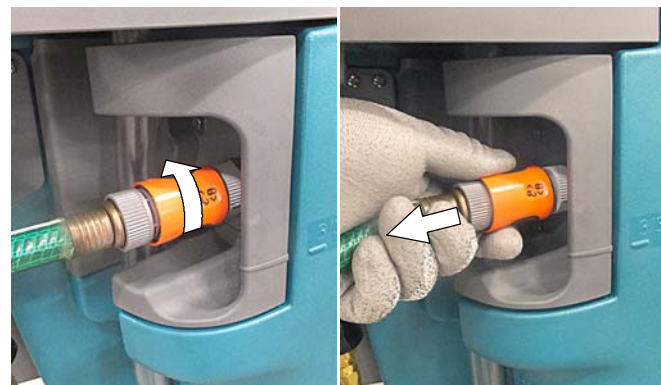

ABB. 23
5. Drehen Sie den Anschlusskragen gegen den Uhrzeigersinn, um die Verbindung zu lösen. Ziehen Sie den Anschluss dann einfach heraus, um den Schlauch von der Maschine zu trennen (Abbildung 23).